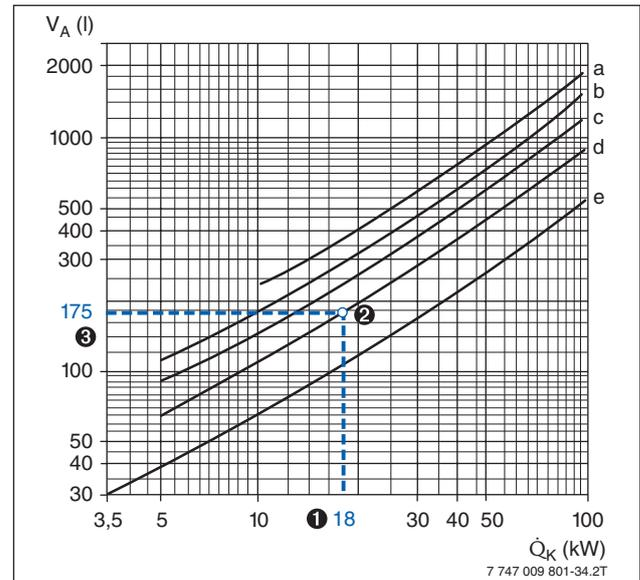

Bild 9 Anhaltswerte für den durchschnittlichen Wasserinhalt von Heizungsanlagen (nach ZVH-Richtlinie 12.02)
In Abhängigkeit von verschiedenen Parametern der Heizungsanlage lässt sich das Anlagenvolumen aus Bild 9 ablesen.
• 3 Gesamtwasserinhalt der Anlage = 175 Liter (→ Bild 9, Kurve d)
Das nach Punkt 3 in Bild 9 abgelesene Anlagenvolumen muss kleiner sein als das maximal zulässige Anlagenvolumen. Trifft das nicht zu, ist ein größeres Ausdehnungsgefäß zu wählen.
- ❹ Erforderlich ist ein AG mit 12 l Inhalt, weil hierfür das nach Bild 9 ermittelte Anlagenvolumen kleiner als das maximal zulässige Anlagenvolumen ist.